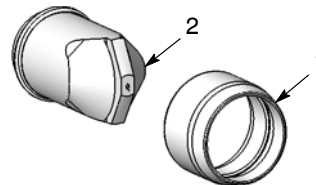

Figura 21 Boquilla y tuerca de retención
2. Ver la figura 21. Desenroscar la boquilla (2) de la tuerca de retención (1).